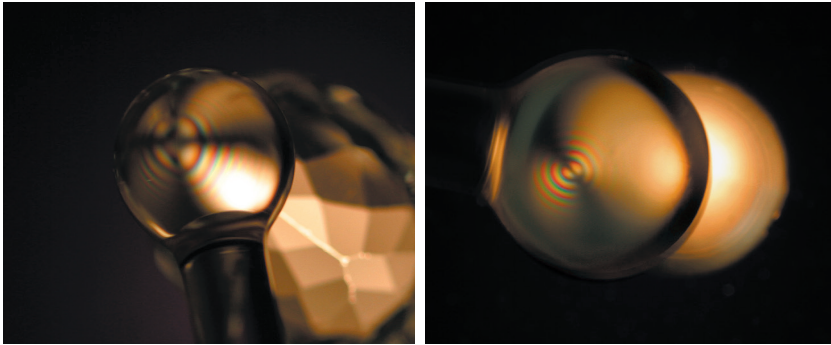

Figura 3. Figura uniassica (a sinistra) e figura biassica (a destra) tipiche.
6. Per osservare la figura ottica posizionare il conoscopio sopra, vicino o a contatto con l'area che presenta i colori di interferenza più luminosi (cfr. figura 2). La figura 3, alla pagina seguente, mostra modelli tipici di gemme uniassiche e biassiche.